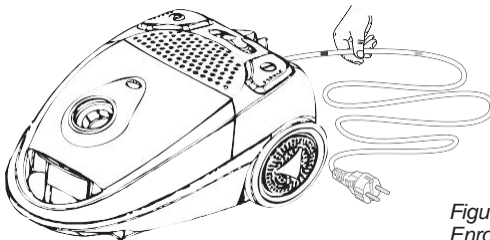

Figure 8
- ⚠ Guidez le cordon pendant que vous l'enroulez. Sinon, le cordon peut s'embrouiller, ou bien la fiche peut heurter l'arrière de l'appareil. Retenez donc le cordon au niveau de la marque, sans serrer; laissez le mécanisme l'attirer à l'intérieur de l'enrouler de façon contrôlée; voir la figure 8.